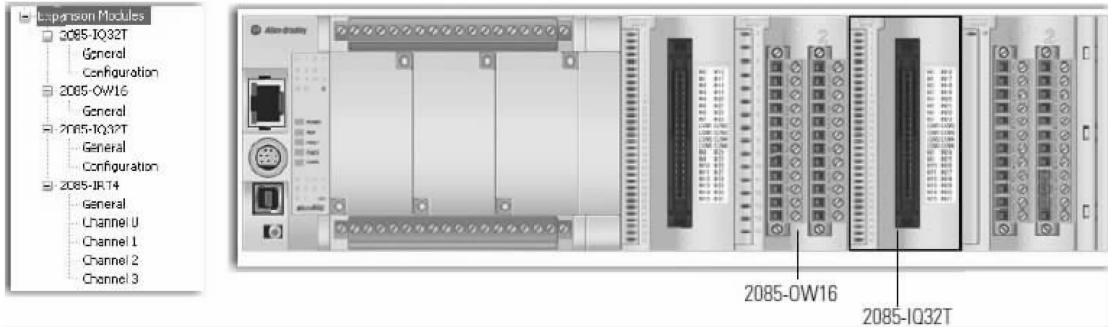

图 3-21 替换模块示意图
4) 下一步用 2085-IQ32T 设备代替槽 3 中的 2085-OB16。在槽 3 中右击 2085-OB16，并且选择 2085-IQ32T，如图 3-21 所示。